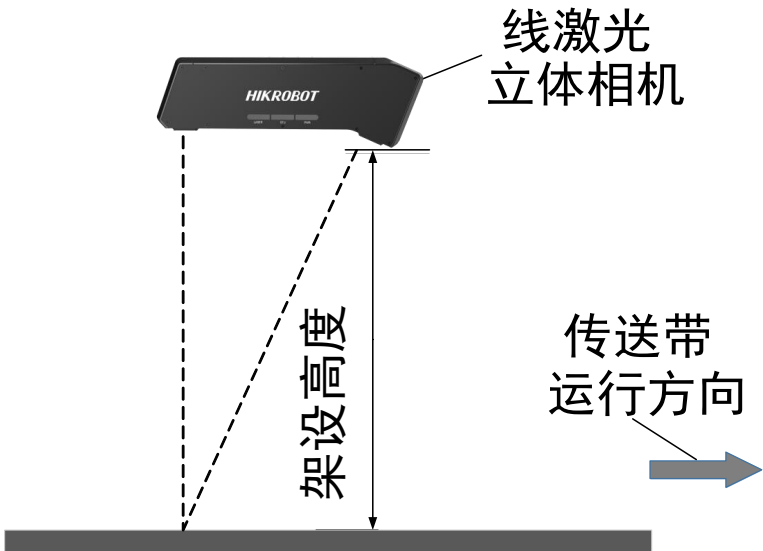
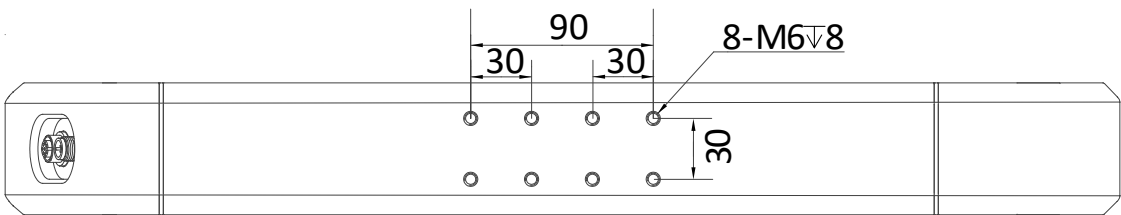

图2-1 设备安装侧视图
图2-2 设备背面螺丝孔
1. 使用沉头螺丝将安装板安装到设备背面，然后使用 T 型螺栓通过安装板将设备安装到龙门架上，设备安装侧视图如图 2-1 所示，设备背面螺丝孔如图 2-2 所示。